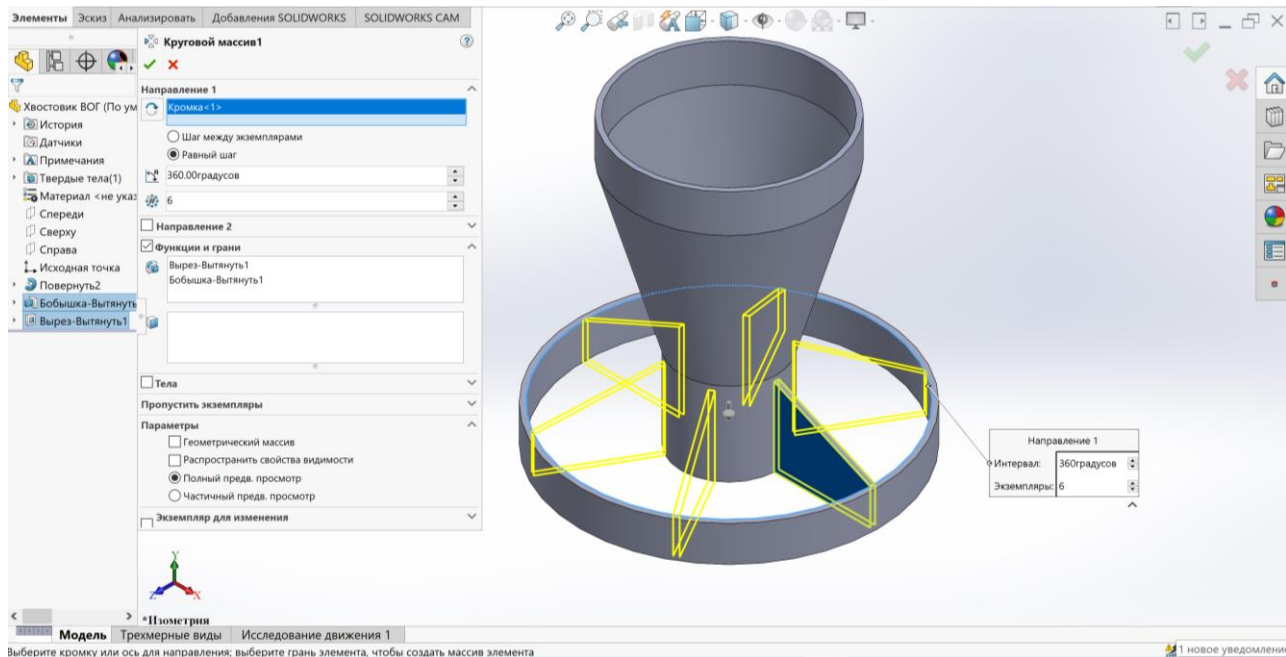

Рис. 62
На панелі властивостей треба вказати наступні параметри (рис. 62):
- напрямок 1: вказується коло, по якому буде створюватись круговий масив. На рис. 62 підсвічено синім кольором;
Для того, щоб бачити як буде виглядати побудований круговий масив, необхідно на панелі властивостей ввімкнути *Повний попередній перегляд*. На рис. 62 жовтим кольором показано як буде виглядати масив після введення необхідних параметрів. Якщо при попередньому перегляді вас влаштує зображений масив, підтверджуємо створення натиснувши ОК .